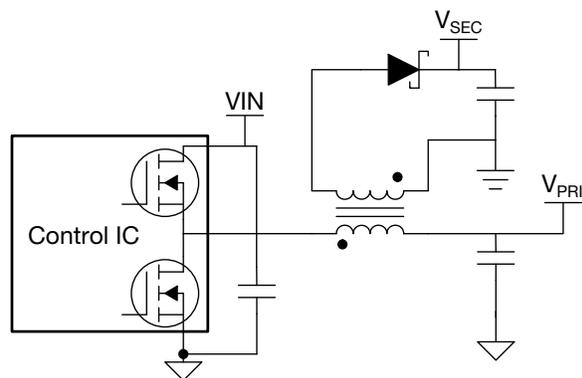

图 3. Fly-Buck™ 转换器。
Fly-Buck 转换器是德州仪器 (TI) 用于搭建隔离式偏置电源的专用拓扑, 其工作输入电压可高达 100V。与反激式转换器一样, 金属氧化物半导体场效应晶体管 (MOSFET) 通常集成在集成电路 (IC) 中, 可轻松实现初级侧控制。图 3 所示为 Fly-Buck 转换器。